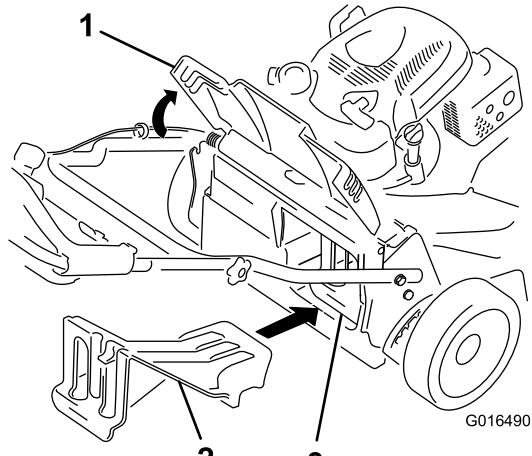

Bild 26
- Wenn die Heckauswurfklappe nicht eingesetzt ist, fassen Sie sie am Griff an, heben das Heckablenkblech an und setzen den Heckauswurfkanal ein, bis der Riegel arretiert, siehe Bild 26.
Wichtig: Stellen Sie sicher, dass die Heckauswurfklappe eingesetzt ist, bevor Sie den Rasenmäher als Recycler einsetzen (Bild 26).